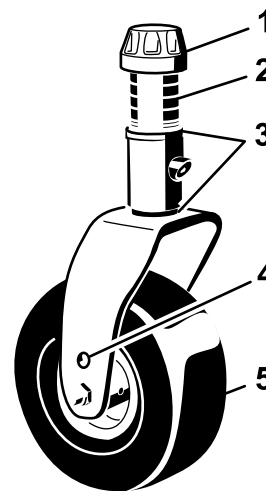

Figura 5
2. Coloque los ejes de las ruedas giratorias en el mismo taladro en ambas horquillas. Consulte en Figura 5 los taladros correctos para cada ajuste.
3. Retire el casquillo tensor del eje (Figura 5) y deslice el eje fuera del brazo de la rueda giratoria. Coloque los 2 suplementos ($\frac{1}{8}$ " en el eje de la misma forma que en la instalación original. Estos suplementos son necesarios para obtener el mismo nivel en toda la anchura de las unidades de corte. Coloque el número adecuado de espaciadores de 1,25 cm (consulte la tabla siguiente) en el eje para conseguir la altura de corte deseada, luego coloque la arandela en el eje.